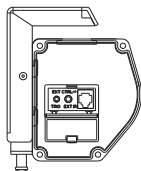

rys. 14
2. Wybierz śruby M5 x 10 (na wyposażeniu) i z ich pomocą przymocuj uchwyty wieszaka do uchwyty montażowego (rys. 14 i 15). Upewnij się, że śruby są wkręcone z odpowiednią siłą zapewniającą bezpieczne mocowanie.